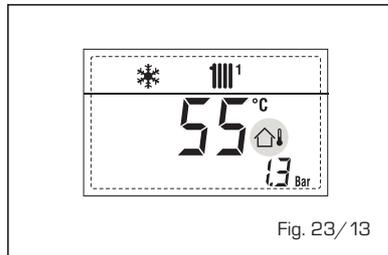

Fig. 23/13
**- INTERVENCIÓN TERMOSTATO DE SEGURIDAD PRIMERA ZONA MEZCLADA "ALL 20" (fig. 23/14)**